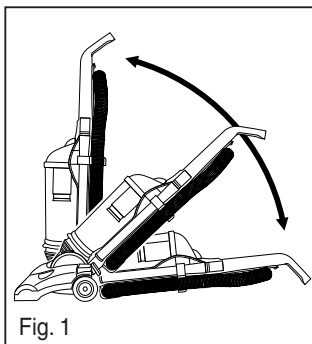

Fig. 1
- 1) Use la liberación de la agarradera para bajarla y dejarla horizontal sobre el piso (Fig. 1).
- 1) Para retirar la manguera, afloje el extremo inferior de la manguera y júlela hacia afuera. Flexione la manguera para aflojar cualquier bloqueo. Si todavía está bloqueada, saque los 2 tornillos y retire la manguera de la parte posterior de la aspiradora (Fig 1). Vuelva a conectar los dos extremos de la manguera.